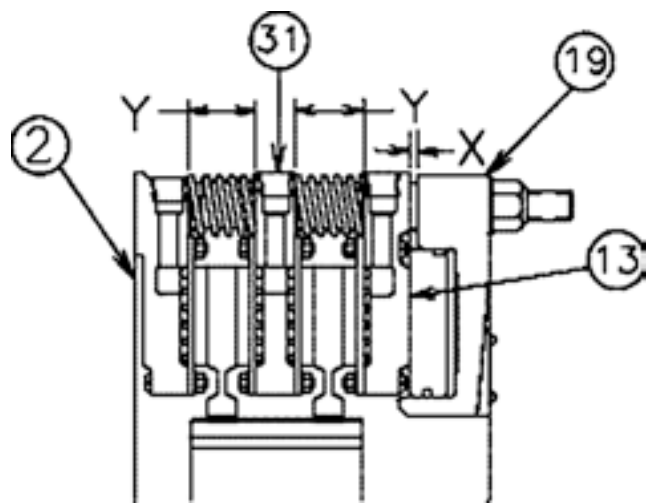

Рис. 8
Измеряют зазор «У» между нажимным диском (13) и реактивной пластиной (31), зазор «У» между реактивной пластиной (31) и монтажным фланцем (2), и зазор «Z» между реактивными пластинами (31), как показано на рис. 8, 9 и 10.